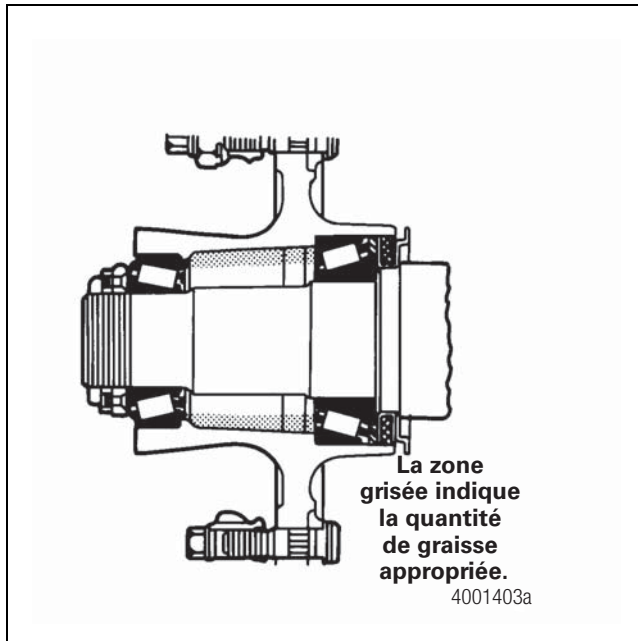

Figure 5.7
6. S'il s'agit de moyeux de roue optionnels lubrifiés à la graisse, utiliser de la graisse Meritor O-617-A ou O-617-B pour remplir la partie du moyeu qui se trouve entre les deux roulements, jusqu'au niveau du plus petit diamètre des bagues de roulement. Figure 5.7.